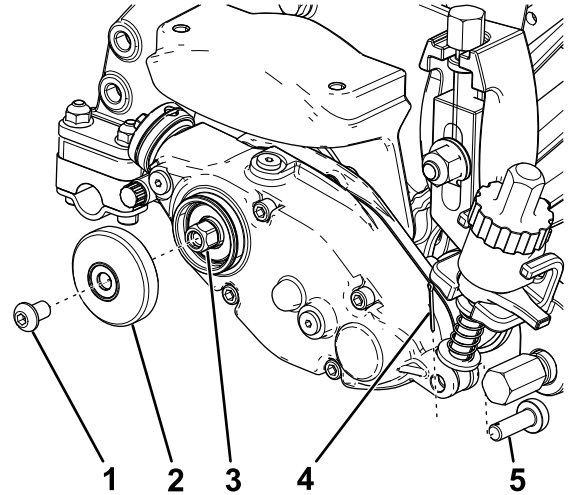

图2
2. 从疏草刀驱动箱上卸下内六角螺丝和外罩 图2。
4. 用木块或由另一个人固定滚刀松开六角头驱动 图2。
1. 从调节臂总成杆上取下开口销和调节销 图2。